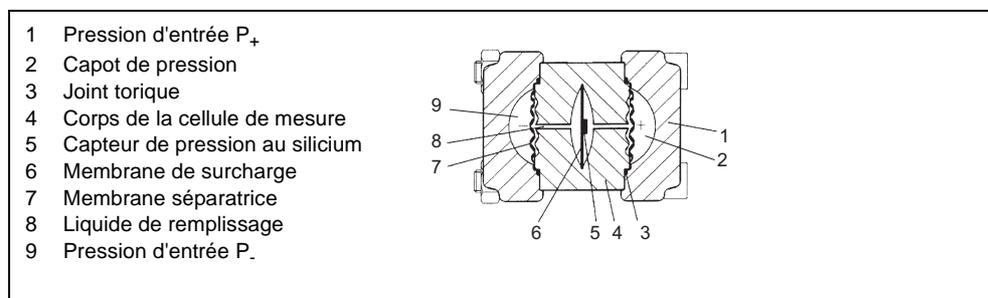

Figure 7 Cellule de mesure pour pression différentielle et débit, schéma de principe
La pression différentielle est transmise au capteur de pression au silicium (5) par les membranes séparatrices (7, Figure 7) et le liquide de remplissage (8). Lorsque les limites de mesure sont dépassées, la membrane de surcharge (6) se déforme jusqu'à ce que l'une des membranes séparatrices (7) touche le corps de la cellule de mesure (4) et protège ainsi le capteur de pression au silicium (5) contre les surcharges. La pression différentielle provoque une déformation de la membrane de mesure. Quatre résistances piézoélectriques montées en pont, incorporées à la membrane de mesure, voient leur valeur résistive changer. Ce changement de la résistance produit une tension de sortie du pont proportionnelle à la pression différentielle.